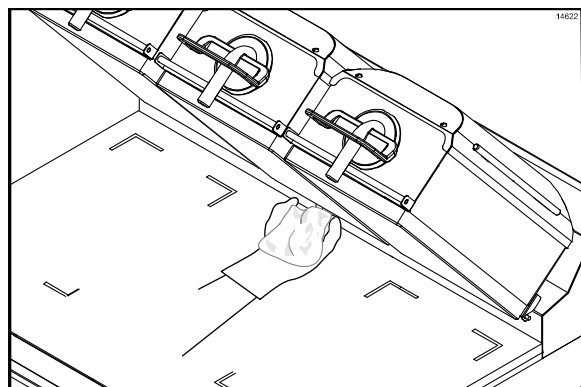

图 66
38. 用干净并浸湿有消毒液的煎炉抹布清理周围其它地方，例如烟罩、上煎板前部和后部挡油板。(请见图 66)